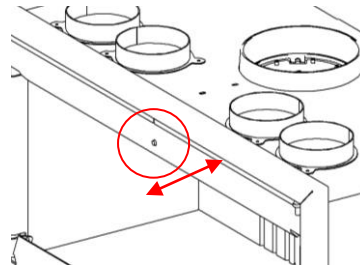

Imagen 2
- Serie IZ: Los equipos incluidos en la serie IZ poseen un sistema incorporado que en ningún momento puede ser regulado por el usuario, sino que por disposición técnica se abre o cierra dependiendo de si la puerta se encuentra abierta o cerrada. Cuando la puerta se encuentra abierta el sistema cortatiros se abrirá mientras que si procedemos a cerrar la puerta nuestro sistema cortatiros procederá a cerrarse (Imagen 2).